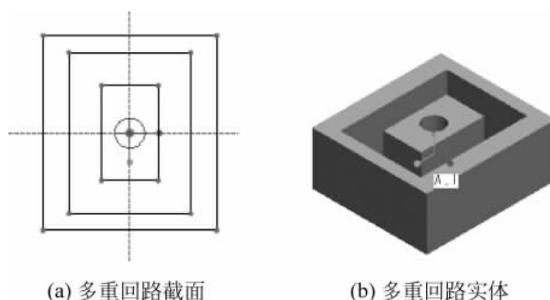

图 3-2 拉伸截面也可为多重回路
(3) 拉伸截面也可为多重回路,系统会自动判断产生合理的结果,如图 3-2 所示。